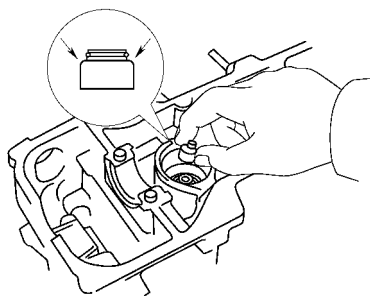

图 1-60 对气门导管装上油封
1) 对气门导管装上油封, 按图 1-60 所示的部位向下推油封, 确认已被稳固地装好, 向气门导管注入润滑油, 并正确地装好气门, 再将弹簧下座、弹簧和弹簧上座装到气缸盖上。